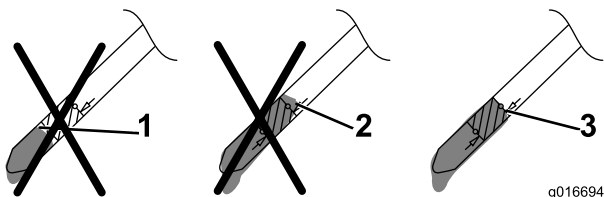

Рисунок 15
5. Выньте щуп и проверьте уровень масла, см. Рисунок 15.